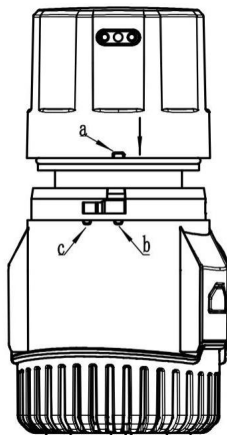

Figure 4
1. Alignez le point convexe a du couvercle du moteur (c'est-à-dire le module moteur) avec le point convexe pointez sur le carter du moteur et appuyez dessus, comme indiqué sur la figure 4.